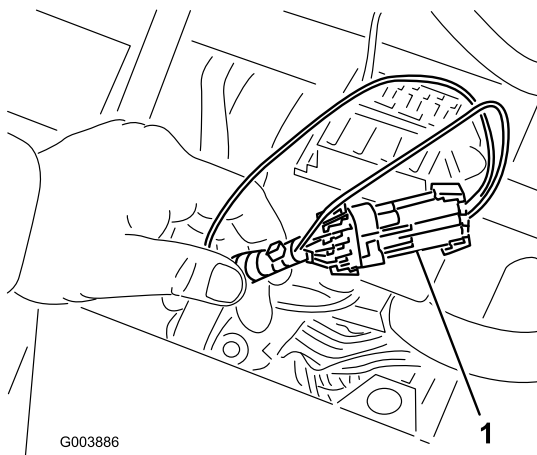

Bild 38
3. Ermitteln Sie den Kabelbaum und die Stecker in der Nähe des Controllers (Bild 38).